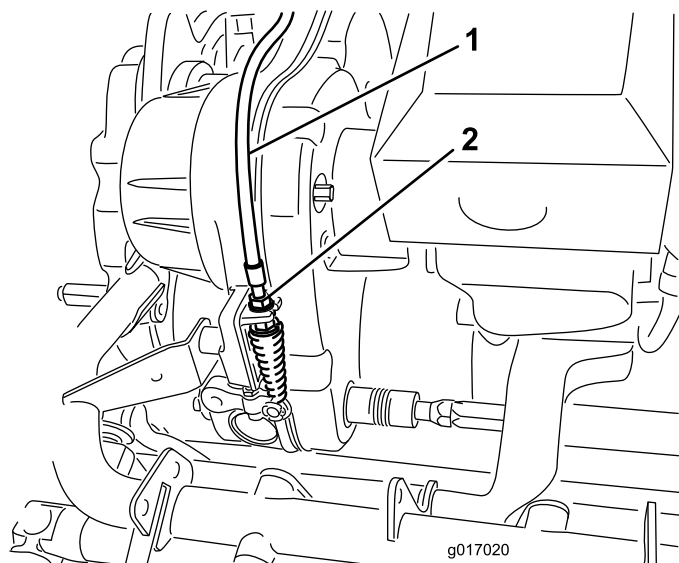

Figura 51
2. No anteparo da transmissão, ajustar o cabo de controlo do cilindro (Figura 51) para atingir um comprimento de mola de 70,6 a 72,4 mm.